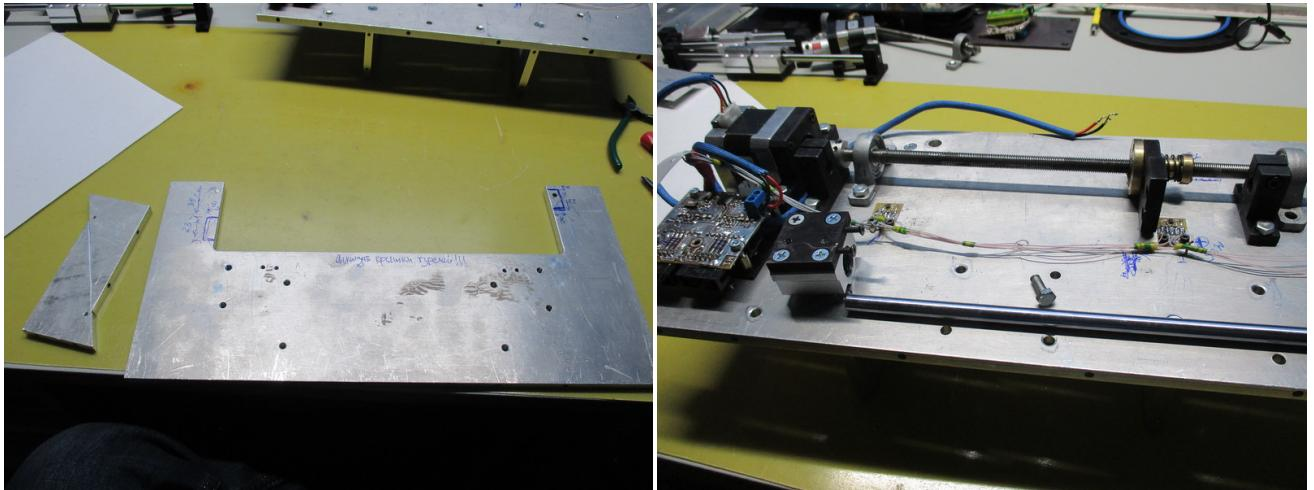

Рис. 29: Разборка узлов линейного транслятора анализатора поляризации.
**16.** Со стойки с диагональными откосами ребер жесткости снять крышку доступа к турелям. Открутить откосы и элементы транслятора анализатора поляризации (см. рис. 29 слева). Со второй стойки снять цилиндрическую направляющую с узлами ее крепления и отсоединить проводку.